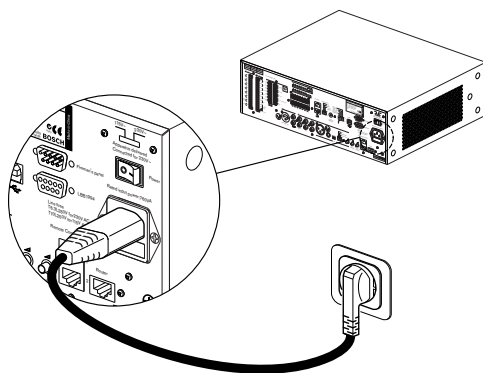

Figura 5.17 Conexión del cable de alimentación de red
3. Conecte un cable de alimentación de red homologado localmente al controlador de alarma por voz (consulte la *Figura 5.17*).
4. Conecte el cable de alimentación de red a una toma de corriente eléctrica homologada localmente (consulte la *Figura 5.17*).